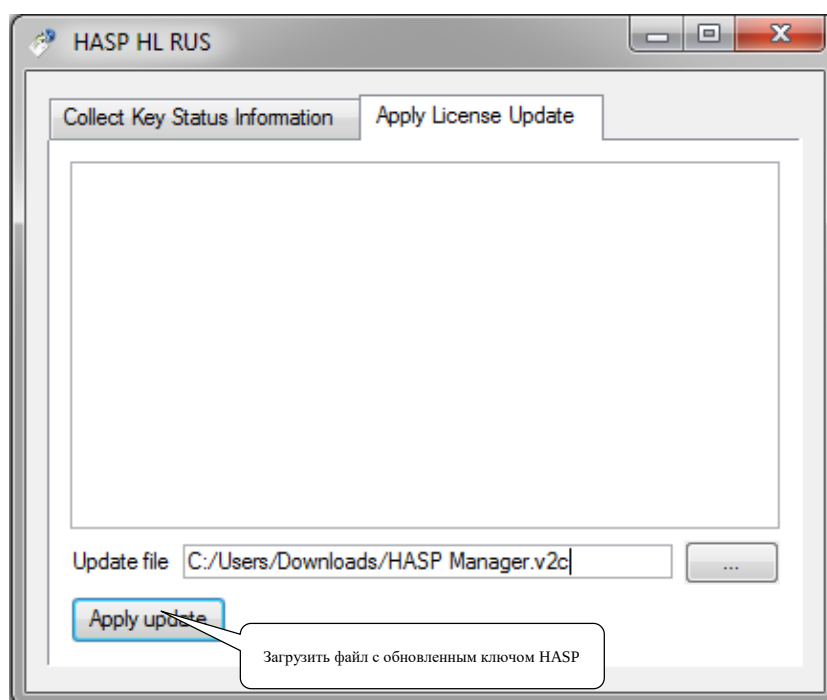

Рисунок 34.3 – Окно «HASP_Manager», загрузили файл с лицензией
- Затем в окне «HASP_Manager» следует перейти на закладку «Apply License Update» и загрузить полученный файл на компьютер (рисунок 34.3).